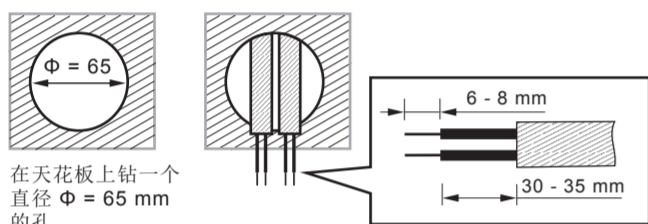

图 10
4.4.2.1 安装感应器时，请在天花板上钻一个直径为 65 mm 的孔，并电源线留在外边。请剥去 6 - 8 mm 电缆包皮，用于布线（见图 10）。